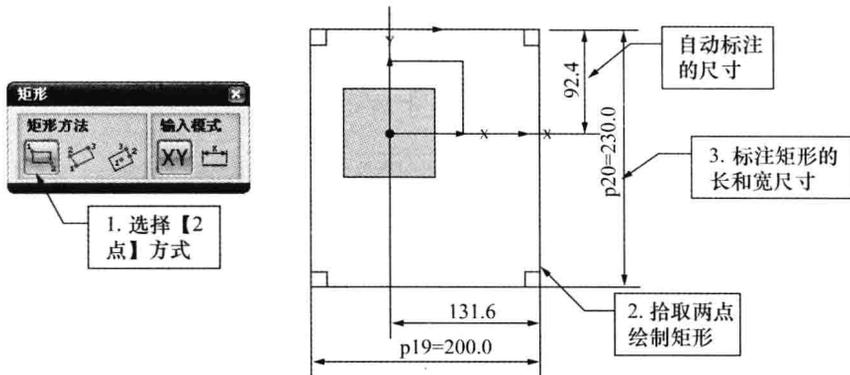

图 2-5 绘制矩形曲线步骤
(3) 绘制矩形草图。
① 在【直接草图】工具条中单击【矩形】按钮，按照图 2-5 所示的步骤绘制矩形草图；单击【尺寸】按钮标注尺寸，或直接双击尺寸值更改尺寸。